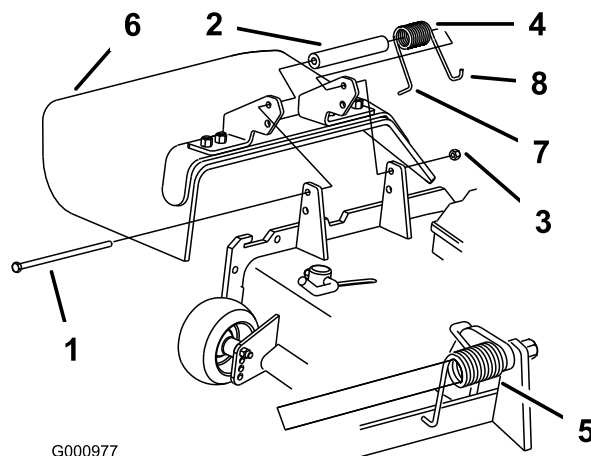

Figura 89
Nota: Prima di montare il bullone, come riportato nella Figura 89, verificate che l'estremità dritta della molla sia inserita dietro il bordo della scocca.
- Montate il bullone e il dado. Infilate l'estremità a gancio J della molla attorno al deflettore dello sfalcio (Figura 89).
- Togliete il dado di bloccaggio, il bullone, la molla e il distanziale che fissano il deflettore alle staffe orientabili del tosaerba (Figura 89). Togliete il deflettore dell'erba tagliata se è danneggiato o consumato.